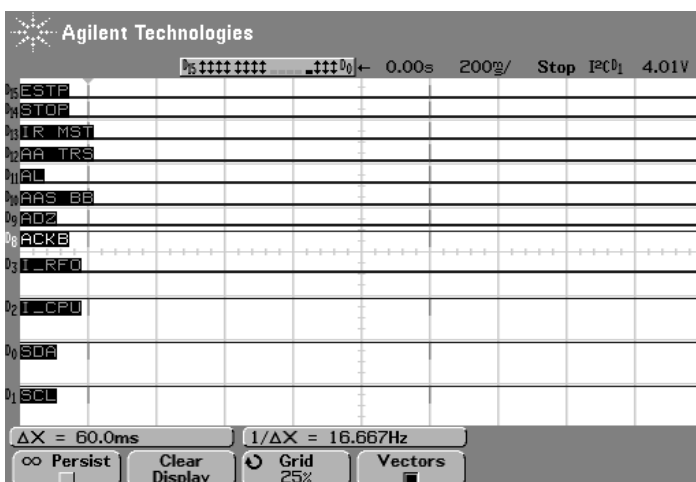
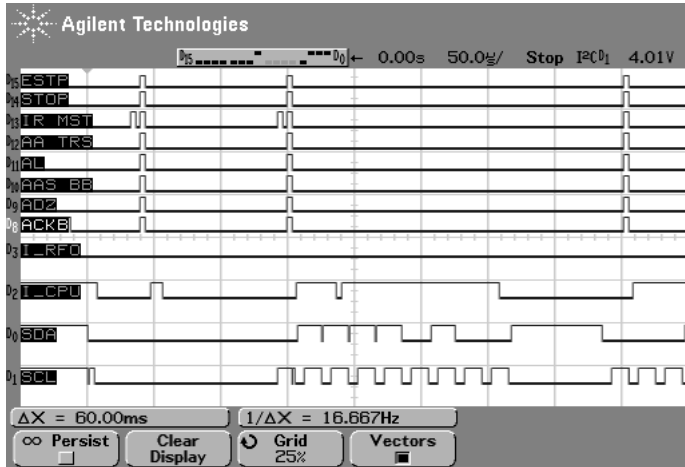
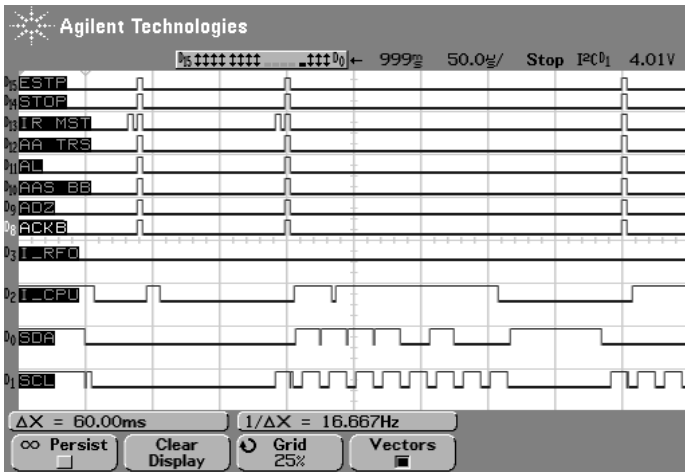

Bild 1 ^ „Fliegendreck“                      ^ Abstand = 1 Sekunde
Bild 2
Bild 3
So ( oder so ähnlich ) lautet ein Spruch der auf *Bild 1* zutrifft. D.h., einiges ist doch sehr deutlich zu erkennen. Wie z.B. die Zeile unter dem Schriftzug “Agilent Technologies”. Sie gibt den aktuellen Gerätestatus wieder. Das Gerät befindet sich im Logic Analyzer Modus. Von Links her betrachtet werden die aktuellen Signalpegel angezeigt: D15 ..... D0 ( D4 – D7 sind inaktiv ). 0.00s gibt den zeitlichen Abstand zwischen der Zeitreferenz und dem Triggerpunkt des aufgezeichneten Signals an. Im vorliegenden Fall liegen Triggerpunkt und die Zeitreferenz in Deckung. Die Zeitbasis ist auf 200ms pro Division eingestellt. Bei einer Anzahl von 10 Division werden somit insgesamt 2 sec aufgezeichnet. Getriggert wird auf die Startbedingung des I2C-Signals. Die Low-/High-Schwelle liegt bei 4,01V.
In *Bild 2* ist zu sehen, was in *Bild 1* nicht zu sehen ist. Durch einfachen Dreh am Oszilloskop wird das aufgezeichnete Signal um Faktoren gedehnt. Dank der hohen Speichertiefe auf eine zeitliche Auflösung von 50 $\mu$ s/ Division, was einem Faktor von 4.000 entspricht. Der vermeintliche “Fliegendreck” entpuppt sich also bei genauerem Hinsehen, als eine wohldefinierte Folge von Pegelwechseln der einzelnen Signalkanäle. Mit einem weiteren Knopf am Oszilloskop kann eine andere zu untersuchende Stelle ins Blickfeld gerückt werden. In *Bild 3* wird davon Gebrauch gemacht – der Triggerpunkt wurde gegenüber der Zeitreferenz um 999ms “nach links” verschoben, sodass nun das 2. Signalbündel betrachtet werden kann.
Abbildung 1 zeigt den schematischen Aufbau des Roboters. Drei gleichlange Aluminium-U-Profileschienen (1) sind zu einem gleichschenkligen Dreieck zusammengeschraubt, das von drei Beinen (2) gleicher Länge getragen wird. In jeder Ecke des Dreiecks ist ein Schrittmotor (3) mit horizontal liegender Achse montiert und so ausgerichtet, daß er quer zum Schnittpunkt der Winkelhalbierenden des Dreiecks liegt. Auf jede Motorachse ist eine kleine Spule (4) geschraubt, an der das Ende einer Schnur (6) befestigt ist. Die anderen Enden der drei Schnüre sind in der Mitte des Dreiecks verknötet und tragen einen kleinen Elektromagneten (5). Die Länge der Schnüre sind so bemessen, daß jeder Punkt im Raum unterhalb des Dreiecks durch Auf- und Abwickeln erreicht werden kann. ([fig] ([fig] Triceps-Roboter) Zur Ansteuerung des Triceps-Roboters verwenden wir eine preisgünstige Schrittmotorensteuerung, die bei Conrad Elektronik bezogen wurde. Ein 24V-Netzteil mit 3A Leistung versorgt die Schrittmotorenkarte mit Energie. Die Karte erlaubt maximal 3 Schrittmotoren anzusteuern. Sie verfügt über eine Schnittstelle zum Standard-Parallelport und wird mit einem Drucker kabel direkt an einen PC angeschlossen. Aus Kostengründen beschränken wir uns auf den Transport von eisenmetallischen Teilen. Zum Tragen der Teile dient ein Elektromagnet aus einem 24V-Kleinrelais. Zur Ansteuerung der Spule erweitern wir die Schrittmotorenkarte mit einer kleinen Zusatzschaltung. Ihr Eingang wird mit der freien Parallelportleitung Pin14 (beim Druckerport ist Pin 14 das Autofeed-Signal) an der Centronicsbuchse auf der Motorenkarte verbunden. Die Versorgungsspannung entnehmen wir der Motorenkarte und sichern mit einer Feinsicherung gegen einen drohenden Kurzschluß ab.